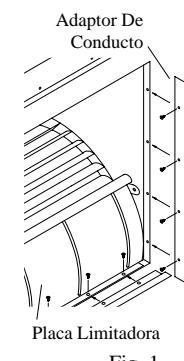

Fig. 1
- **Instale los adaptadores del conducto.** Un adaptador del conducto de 4 pedazos es disponible como un accesorio opcional. Llame 1-800-643-8341 para obtener éstos de la fábrica. Alinee los agujeros en los adaptadores con los agujeros en los lados del salida y sujetelos con los tornillos proporcionados (véase fig. 1). Nota: Los 4 pedazos son idénticos a excepción del modelos 5000SD y N55/65S, los cuales tienen un pedazo formado que sujetela al fondo del salida. Para instalar este pedazo formado, quite los tornillos de la placa limitadora y deslice el pedazo formado entre la placa limitadora y la salida. Puede necesitar aflojar otros tornillos para realizar esto. Alinee los agujeros y sujetela el adaptador con los tornillos quitados previamente.